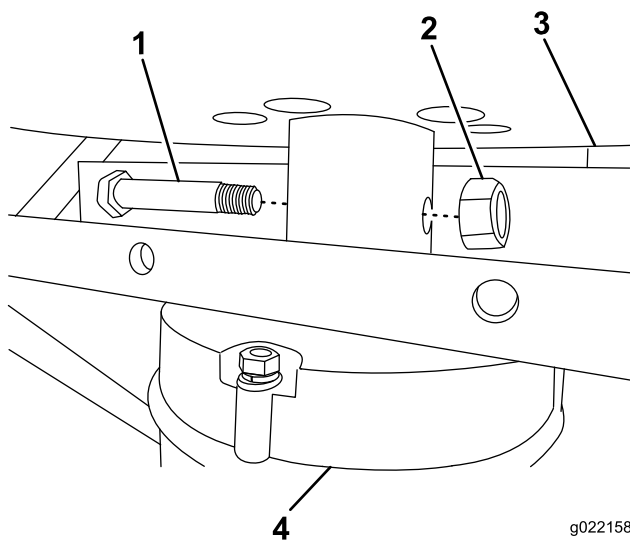

Figura 7
2. Conecte el tambor al motor con el perno y la tuerca. Consulte Figura 7.